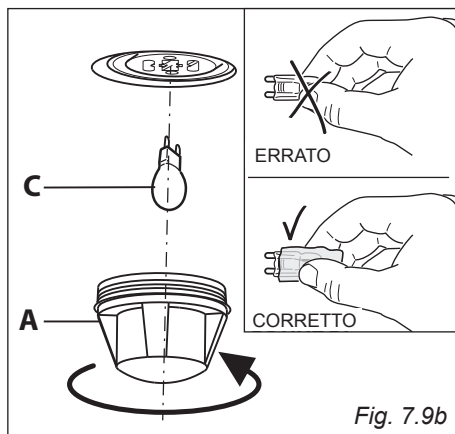

Fig. 7.9b
- Svitare la calotta protettiva "A" (fig. 7.9b).